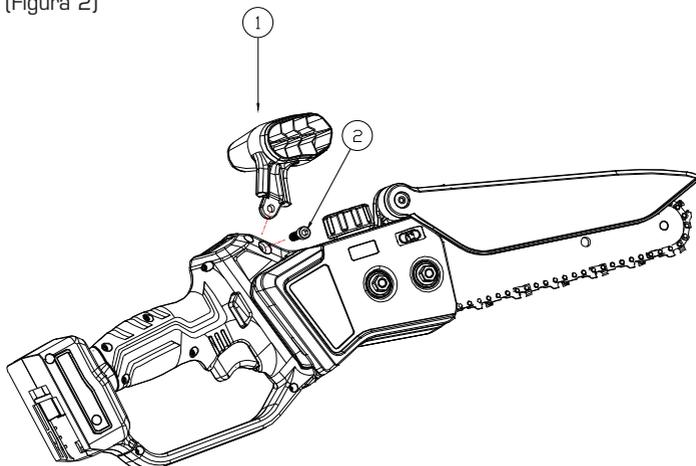

Figure 2.
- a) Assemblez la poignée gauche spéciale n° 1 en la fixant avec la vis spéciale n° 2. (Figure 2)